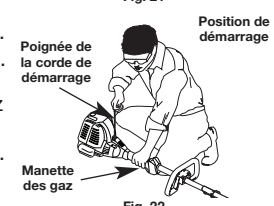

Fig. 22
AVERTISSEMENT : évitez tout démarrage accidentel. Tenez-vous en position de démarrage lorsque vous tirez sur la corde de démarrage (Fig. 22). L'opérateur et l'appareil doivent tous deux être en position stable pour éviter des blessures graves. Vérifiez la bonne installation de l'accessoire avant le démarrage de l'appareil.
5. Accroupissez-vous en position démarrage (Fig. 22). Appuyez sur le verrouillage des gaz et appuyez sur le levier de contrôle des gaz. Tirez vivement le lanceur à cinq reprises.